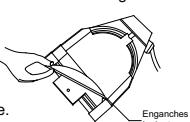

Figura 5
- 7.En ese momento, retire el dedo, dejando que la lente descansen sobre las sujeciones de la lente. (Figura 5).